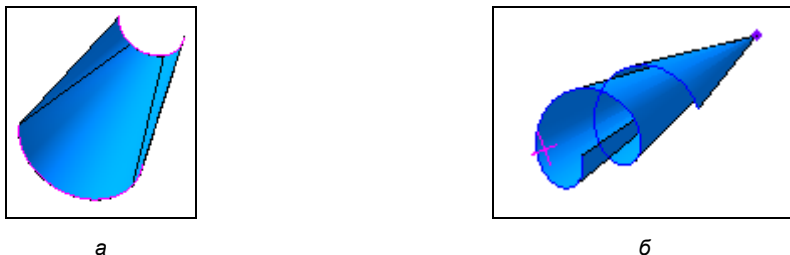

Рис. 8.8. Примеры построения линейчатой поверхности
- ◆ нажмите кнопку **Создать объект**  для создания линейчатой поверхности. В Дереве модели появится операция созданной поверхности. Аналогично вставьте новое ребро перед **Ребром 3**. У вас должен получиться результат, подобный представленному на рис. 8.8, а.
- ◆ нажмите кнопку **Создать объект** . Пример построения линейчатой поверхности, когда одной из направляющих является точка, показан на рис. 8.8, б.